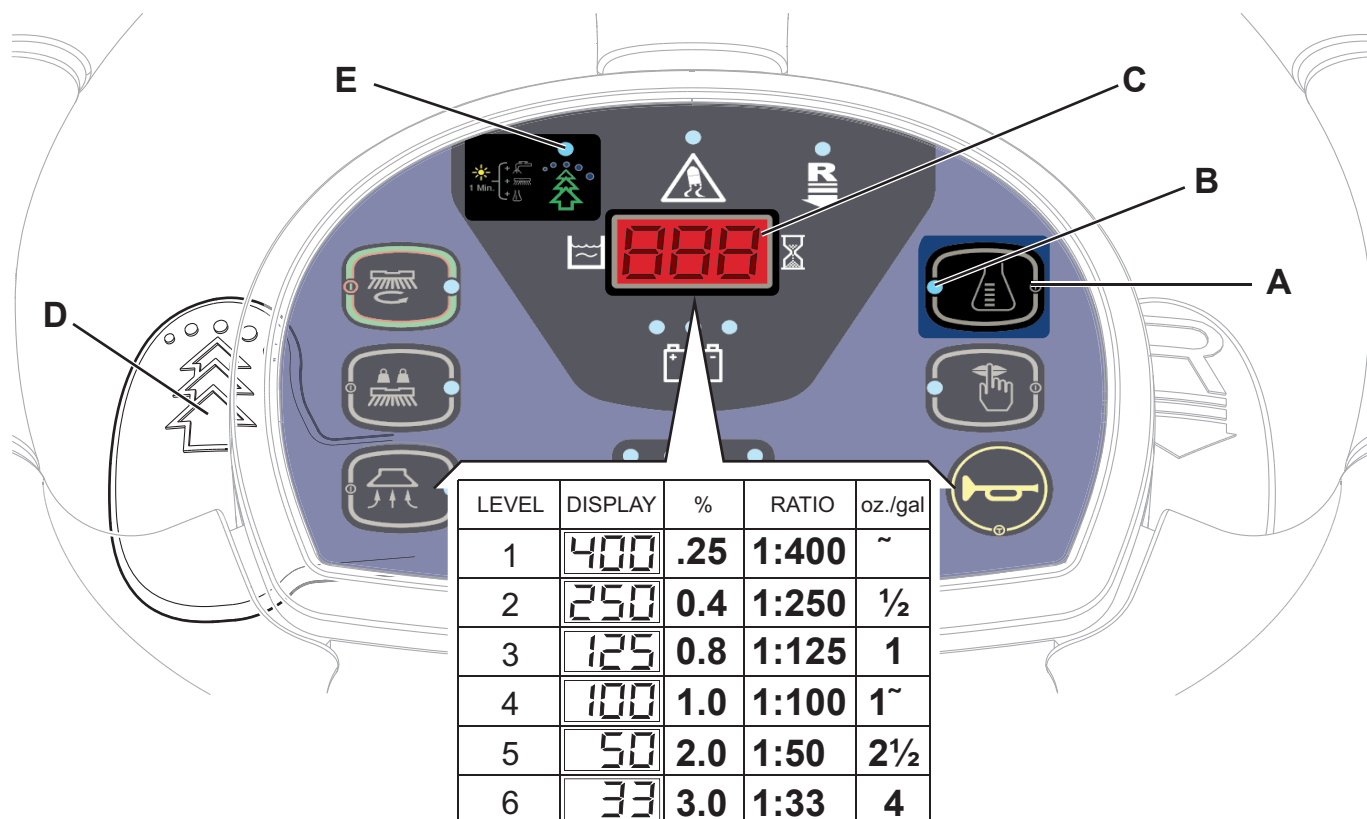

Рис. 4
Система, используемая для смешивания моющего средства с водой, может быть включена нажатием кнопки регулировки расхода моющего средства (A, Рис. 4): когда горит индикатор (B), моющее средство добавляется в воду.
1. Выключите кнопку регулирования расхода моющего средства (A) (светодиодный индикатор (B) не должен гореть).
2. Нажмите и удерживайте кнопку регулирования расхода моющего средства (A), пока не начнет мигать светодиодный индикатор (B).
3. Отпустите кнопку (A). Нажмите его снова и сразу отпустите, чтобы перейти к следующему уровню, отображаемому на дисплее (C), как показано в таблице на Рис. 4; повторяйте эту процедуру до тех пор, пока не установите нужную величину.
4. Подождите, пока индикатор (B) не перестанет мигать: новый уровень задан.
Поднимите рычаг EcoFlex (D, Рис. 4), если требуется большая моющая способность.